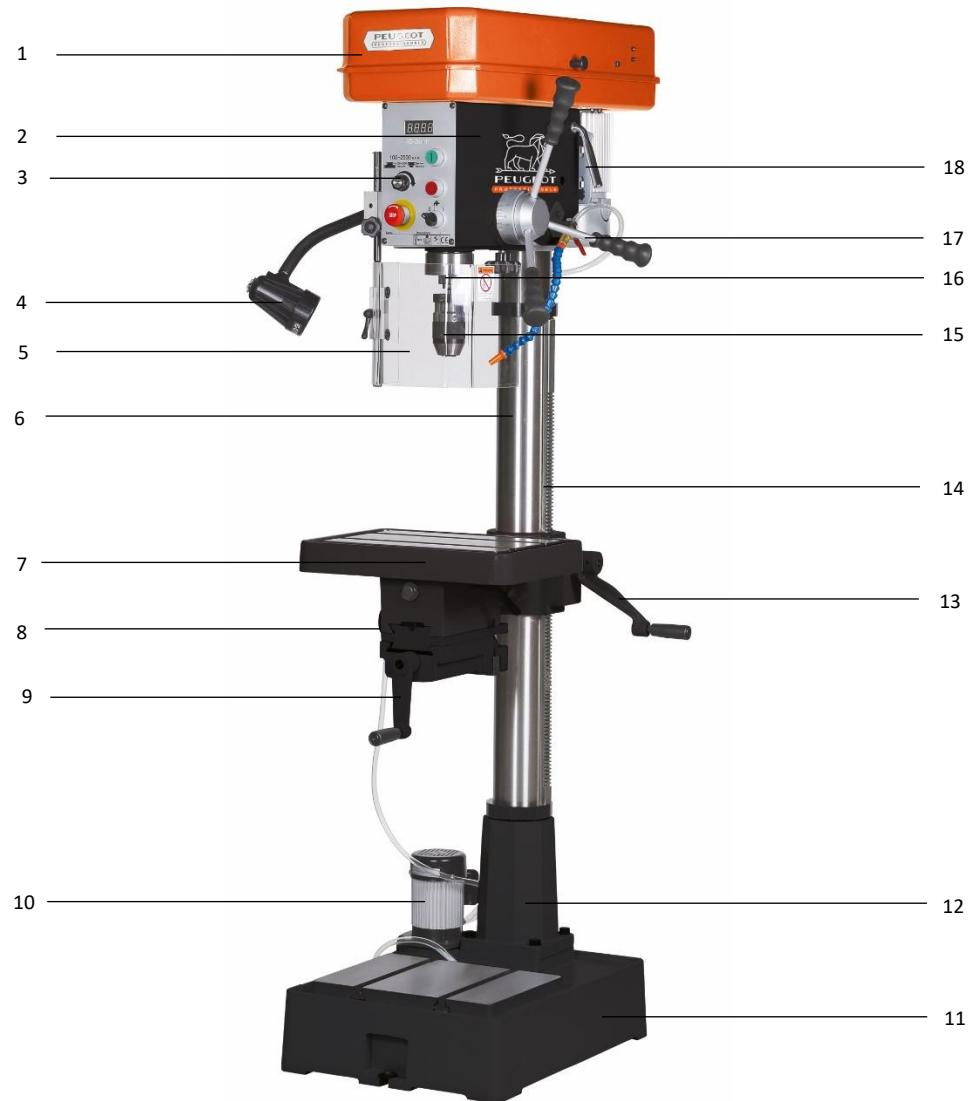

Figure 1
Prévoir des trous de fixation en correspondance des points de fixation scellement base (17 fig.1) et procéder à la fixation.
- Placer la manivelle « montée/descente » de table-étau avec sa poignée (20 fig.1) sur l'axe du pignon du collier support de table-étau et serrer la vis de serrage de la manivelle contre la partie plate de l'axe du pignon (A).
- Les bras de cabestan (29 fig.1) doivent être correctement installés pour la descente de broche :
- Visser les bras de cabestan sur le cabestan (B) et serrer.
- Assembler correctement l'ensemble complet de l'écran de protection mandrin (9 fig.1).
- Serrer la poignée de blocage de déplacement de l'écran de protection mandrin (8 fig.1).
5. Glisser l'ensemble complet de l'écran de protection mandrin dans son support situé sur le côté gauche de la tête de perceuse (4 fig.1).
6. Mettre le circlips (E) pour éviter que l'axe ne sorte de son support.
7. Positionner l'axe et serrer la poignée (5 fig.1).